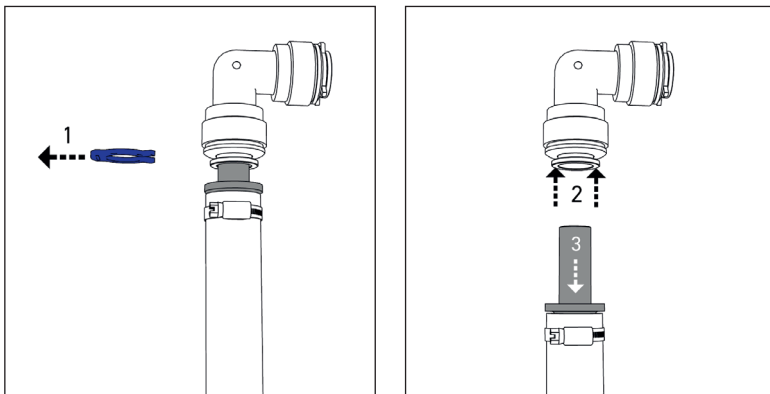

Abbildung 23
- Entfernen Sie die Wasserleitungen von den Wasseranschlüssen der UV-Einheit (*Abbildung 23*). Entfernen Sie zuerst den Sicherungs-Ring (1). Das Halteelement mit den Fingern oder unter Zuhilfenahme einer Lösehilfe (z.B. Sicherungs-Ring) zurückdrücken und festhalten (2). Das eingesteckte Rohr/Schlauch kann nun entfernt werden (3).